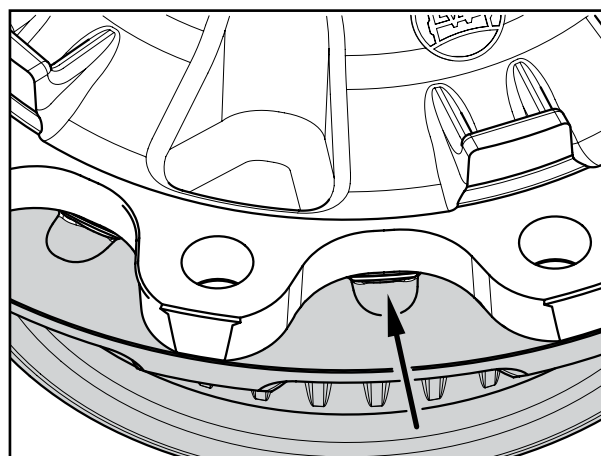

Fig. 102
Anbringa hjälpverktyg för separering av nav (435) och skiva (380) enl. pil, fig. 102.
- [29] Byt bromsskiva (380).